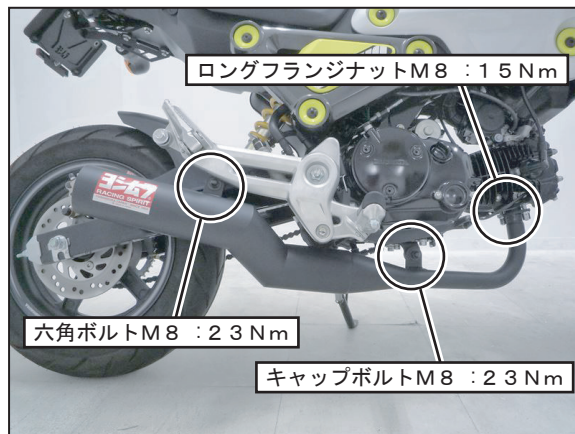

FIG. 12
9. マフラーと車両各部のクリアランスを調整し、排気ポート→前後ステー順に仮締めしたボルト、ナットを規定トルクで締め付けて下さい。（FIG. 12参照）